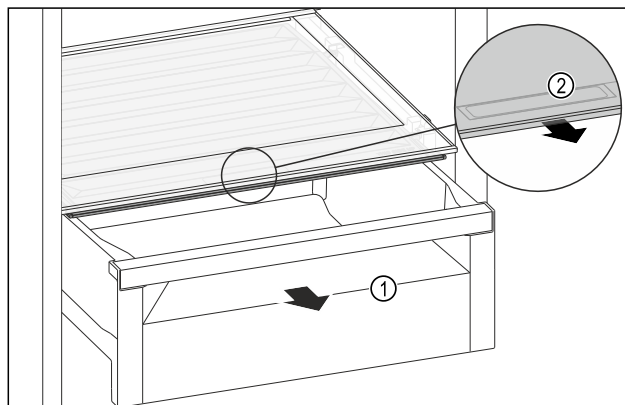

Fig. 123
- Estrarre il cassetto Fig. 123 (1).
- Afferrare la maniglia incassata Fig. 123 (2) sul coperchio dello scomparto e tirare allo stesso tempo in avanti il coperchio dello scomparto.